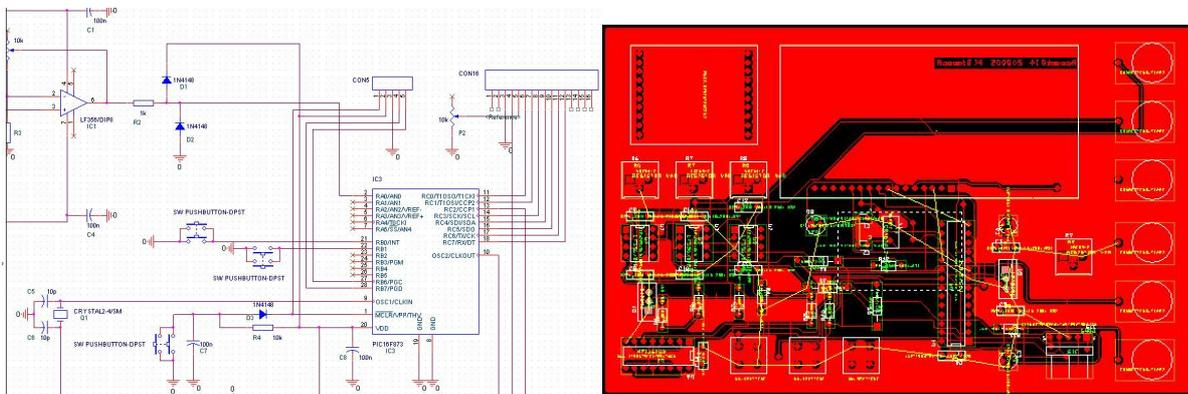

Figure 1 : schéma électrique et carte routée
- Saisie de schéma avec le logiciel Design Entry CIS dont le résultat est celui montré sur la gauche de la Figure 1.
- Chargement de la netlist et placement des composants sur le circuit imprimé à gauche sur la Figure 1.